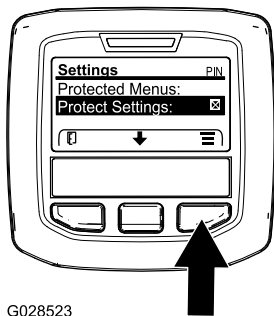

Figura 36
1. Accedete al menu protetto e sbloccate il sottomenu delle impostazioni protette (Figura 36); fate riferimento a Accesso ai menu protetti (pagina 20).